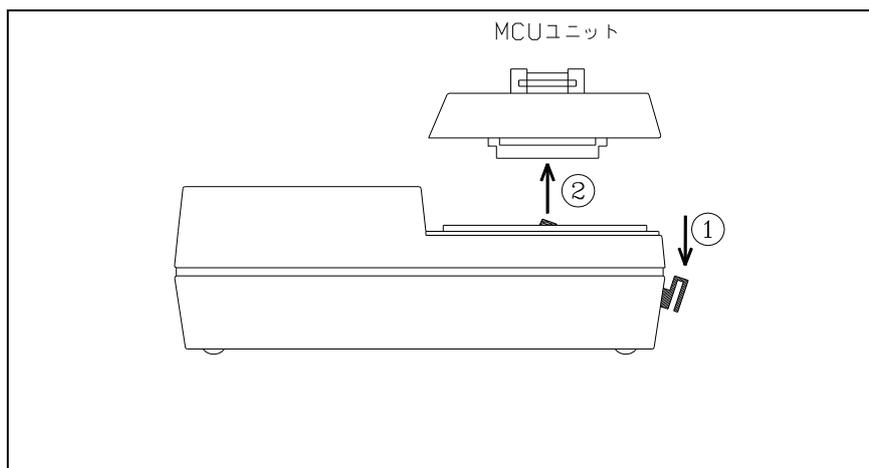

図1.2 MCUユニット取り外し方法
- MCUユニットの取り外し方法を図1.2に示します。
- ①MCUユニット取り外しレバーを矢印の方向に押し下げてください。
- ②MCUユニットがEFP-Iから完全に外れていることを確認した後、取り外してください。